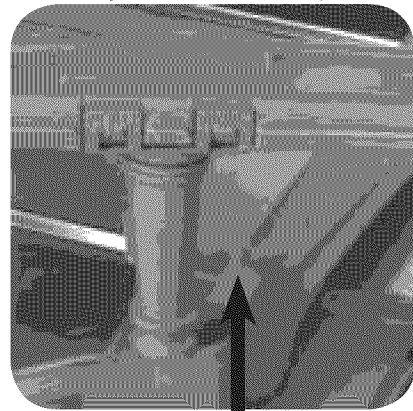

Ilustración 33
2. Agarre y jale hacia arriba el brazo rociador inferior como muestra la Ilustración 33.